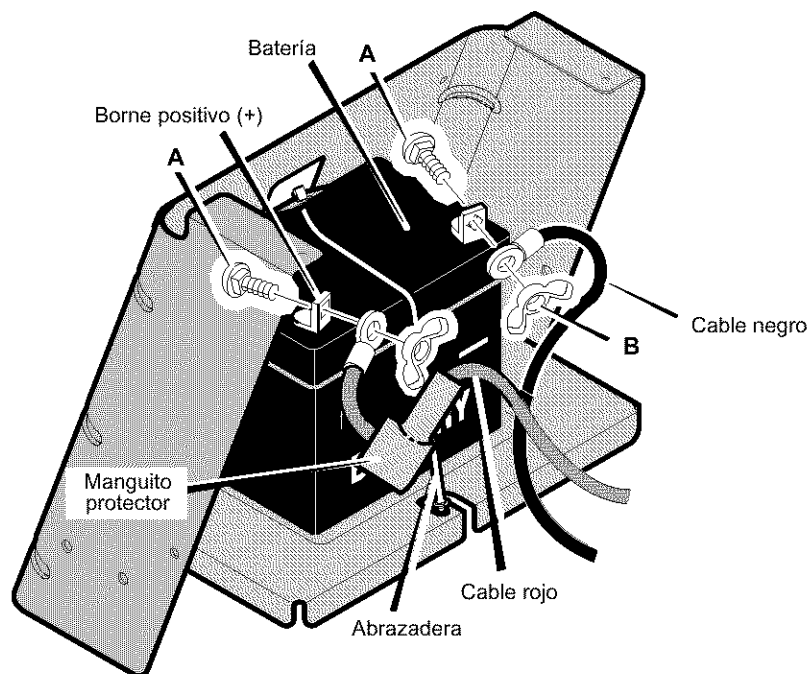

Figura 59
1. Desconecte el **cable negro** del **borne negativo (-)** (Figura 59).